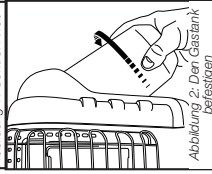

Abbildung 2: Den Gasbank befestigen
- Propangebrauch: Für praktische Tank-Installation, den Regler nach außen drehen. Eine 1 Pfund (465g) Einweg-Propangas (G31)-Kartusche im Uhrzeigersinn (von unten) in das portable Heizgerät schrauben, bis es handfest sitzt; siehe Abbildung 2 KEIN Gewindedichtmittel an diesem Anschluss verwenden.